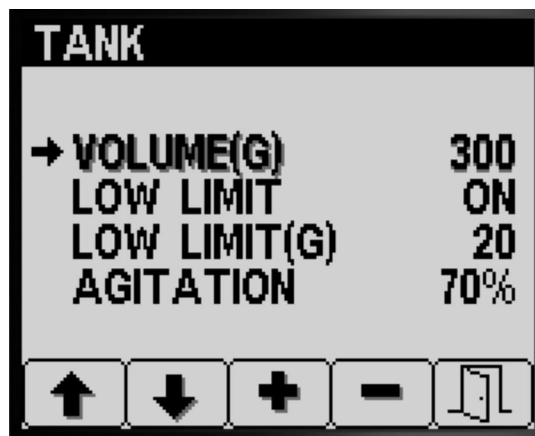

図 12
1. ボタン 1 と 2 でタンク液量オプション間の移動 図 12。